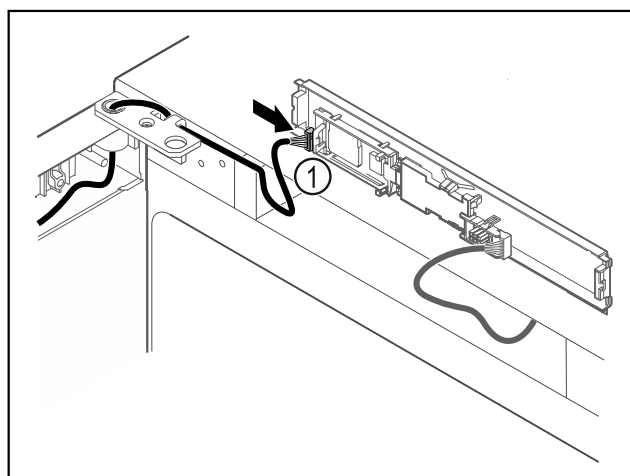

Fig. 56
- Připojte zástrčku Fig. 56 (1) na desku.